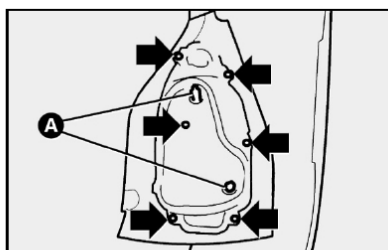

fig. 37
1) por dentro do porta-malas, levantar a abertura no carpete e soltar as porcas **A-fig. 37**;
3) retirar o conjunto de lâmpada removendo os parafusos indicados pelas setas **fig. 37**;